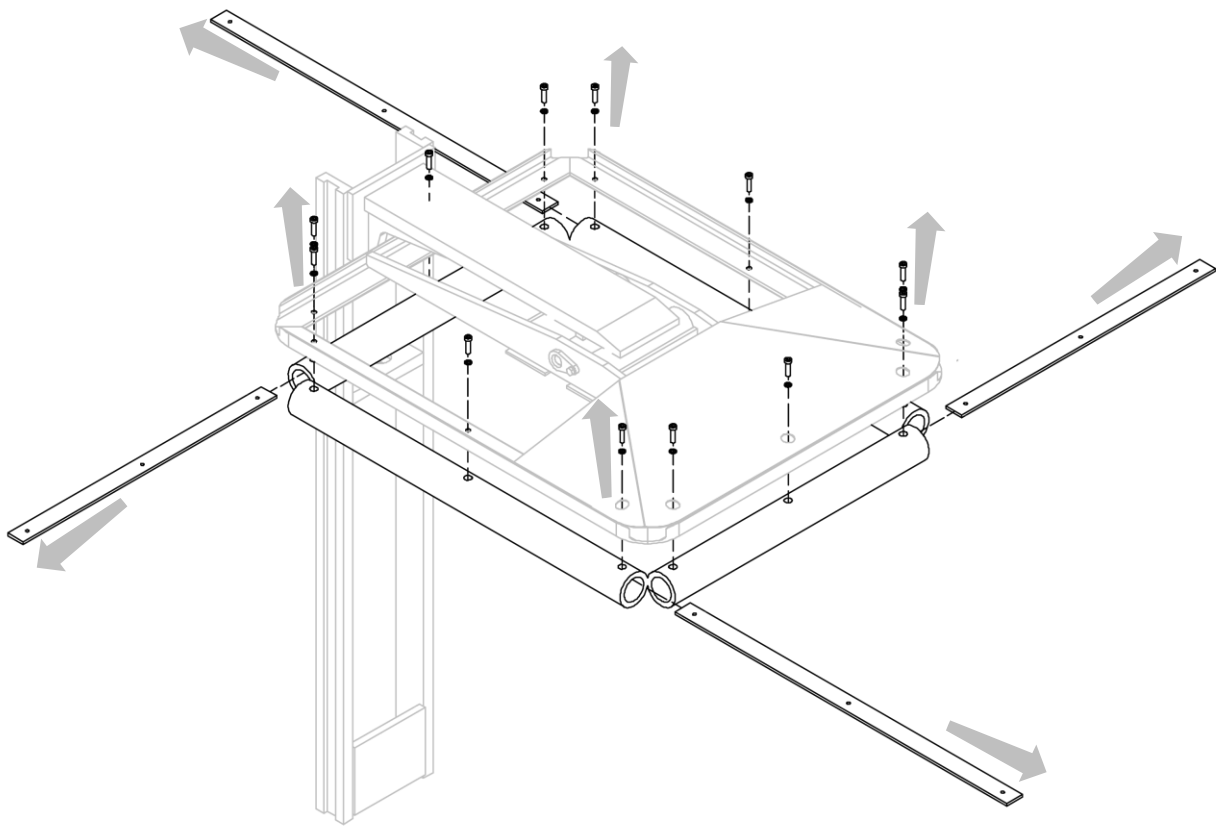

Figura 9
3. Retirar las partes en goma después de quitar las placas de fijación correspondientes (mira *Figura 9*).